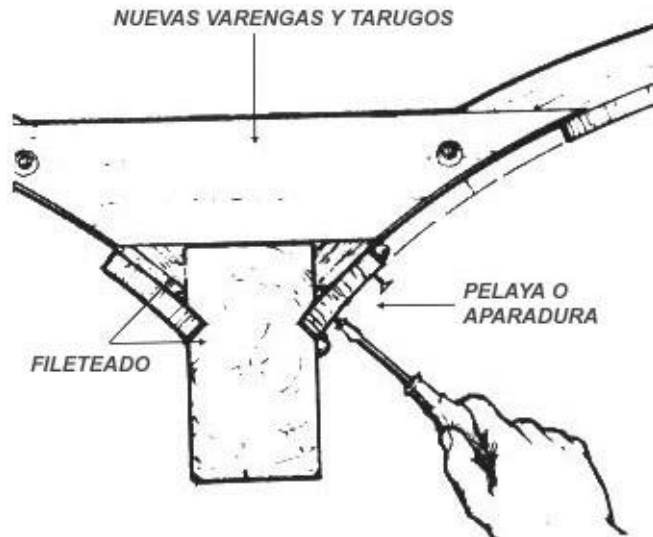

Figura 5-12 Encole la tabla de aparadura nuevamente en posición al lado de la quilla.
5. Instale la tabla de aparadura con los tornillos originales (Figura 5-12). Comience en el centro y proceda hacia los extremos.